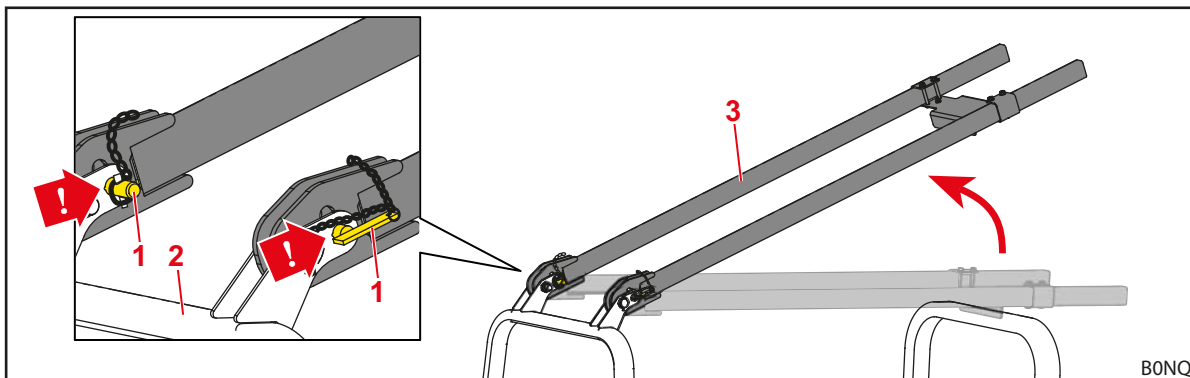

Fig. 40 Uppfällda traverser, säkrade i de nedre hålen
- (1) Säkra långa traverser i de nedre hålen.
- Säkra långa traverser med pinnbultar i de nedre hålen (se Fig. 40).
- (2) Fäll upp den nedre bygel (se beskrivning för OPG utan långa traverser i kapitlets början).
- (3) Fäll ned de långa traverserna.